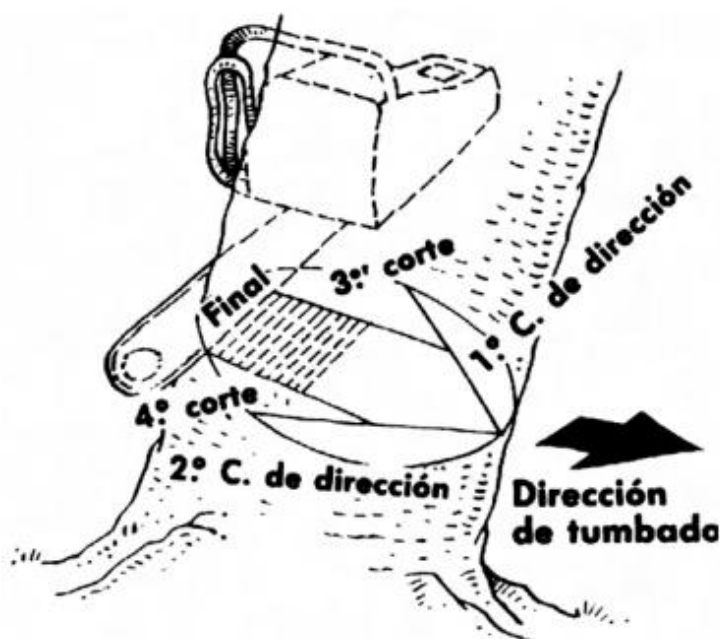

Figura 12.
- El corte definitivo se hace a continuación, despacio, hasta que se note que el árbol comenzará a caer. (Figura 12).